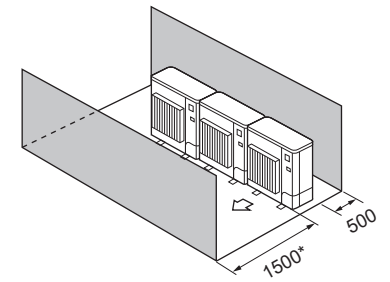

Fig. 2-16
- (4) Obstáculos sólo en la parte delantera y trasera (Fig. 2-16)